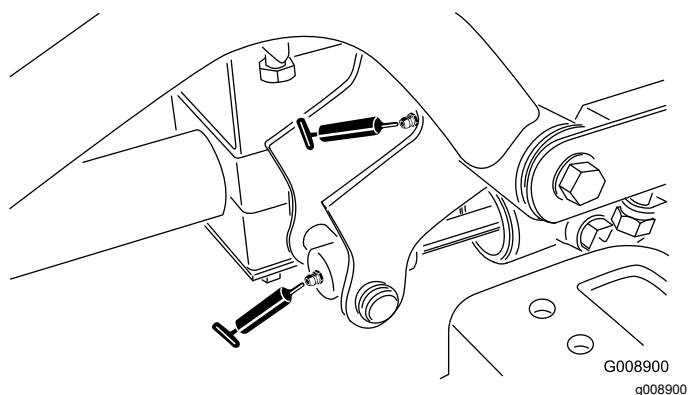

Рисунок 37
- Два правых передних шарнира подъемного рычага и подъемного цилиндра (Рисунок 37)